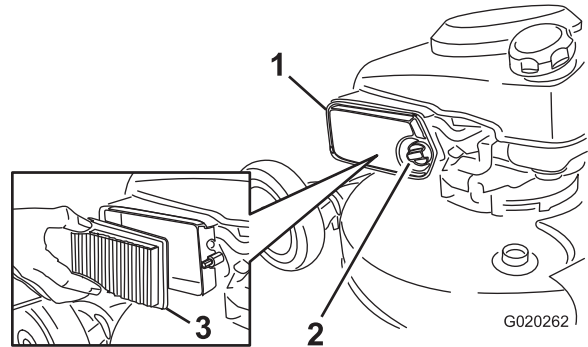

Bild 38
1. Schrauben Sie das Handrad ab und öffnen die Abdeckung (Bild 38).
2. Tauschen Sie den Luftfiltereinsatz aus (Bild 38).